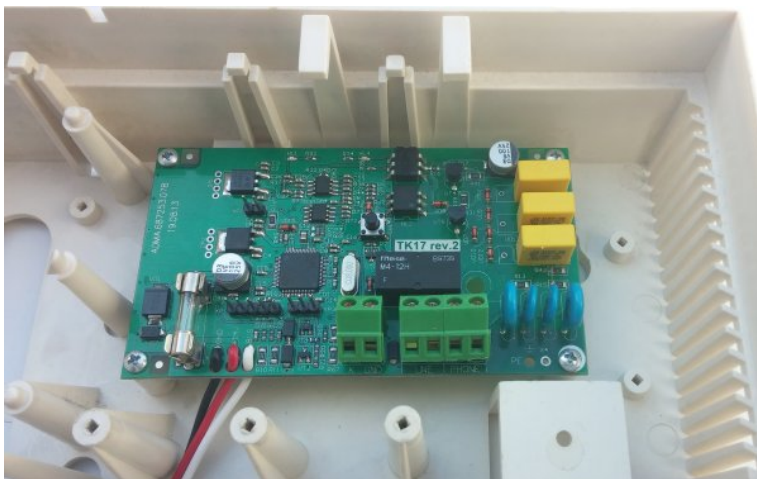

Рисунок 35. Установка коммуникатора «ТК-17»
2. Установить коммуникатор в корпус (рисунок 35) и подключить его (рисунок 44);